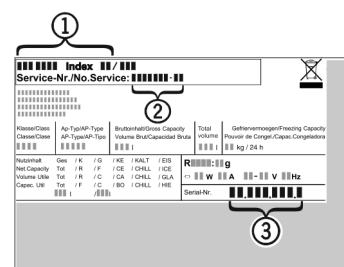

Fig. 9
- ▶ Gerätebezeichnung Fig. 9 (1), Service-Nr. Fig. 9 (2) und Serial-Nr. Fig. 9 (3) vom Typenschild ablesen. Das Typenschild befindet sich an der linken Geräteinnenseite.
- Den Kundendienst benachrichtigen und den Fehler, Gerätebezeichnung *Fig. 9 (1)*, Service-Nr. *Fig. 9 (2)* und Serial-Nr. *Fig. 9 (3)* mitteilen.